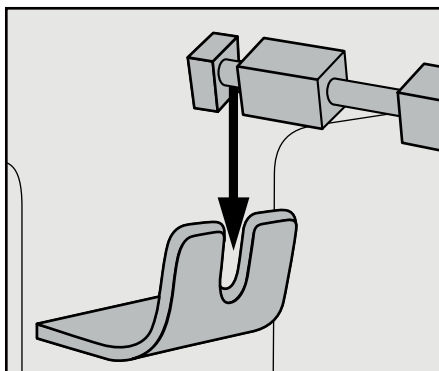

Fig. 2: Introducerea rotisorului **16** în suport pentru rotisor **9**
- Apoi așezați celălalt capăt al rotisorului **16** cu canelura adâncă în suportul pentru rotisor **9** (fig. 2):